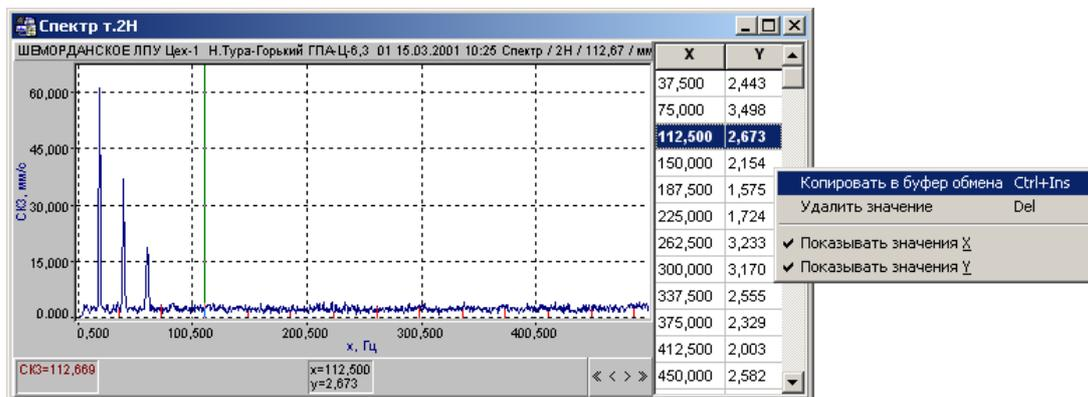

Рис. 2.23. Таблица значений.
**Таблица значений (F6)** - показать таблицу значений всех меток для текущего графика (рис.2.23).